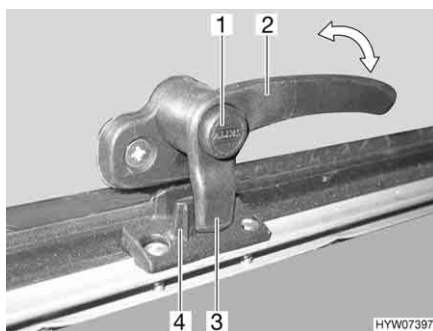
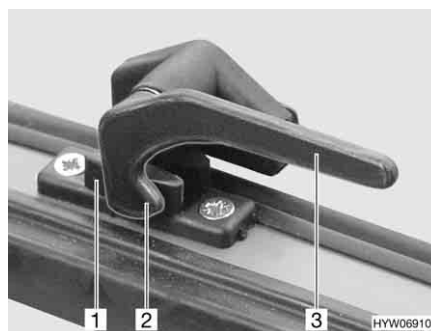

Fig. 94 Alavanca de trava com botão de segurança na posição "Fechada"
Fig. 95 Alavanca de trava na posição "Fechada"
- Se disponível, prima o botão de segurança (Fig. 94,1) e mantenha-o premido.
- Gire todas as alavancas de trava (Fig. 94,2 ou Fig. 95,3) um quarto de volta na direção do meio da clarabóia.
- Gire todas as alavancas de trava (Fig. 94,2 ou Fig. 95,3) um quarto de volta na direção do meio da moldura. A ponta de trava (Fig. 94,3 ou Fig. 95,2) fica posicionada na parte interior do dispositivo de bloqueio da clarabóia (Fig. 94,4 ou Fig. 95,1).
- Na posição "Bem fechada" (Fig. 94 e Fig. 95)